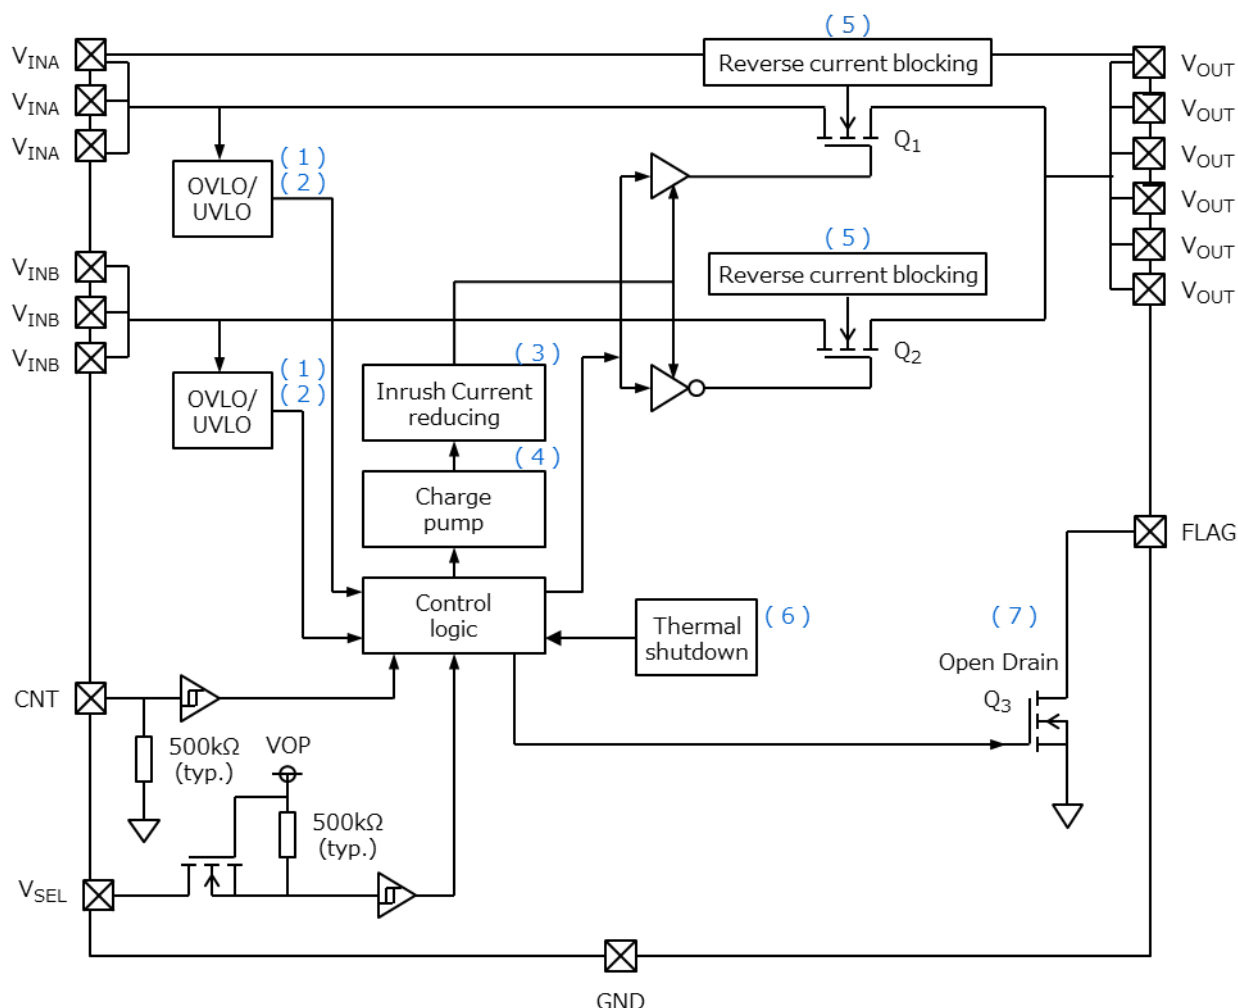

図 4.1 TCK32*G のブロック図
4.1. 過電圧保護回路(OVLO) [図 4.1 (1)]
4.2. 低電圧誤動作防止回路 (UVLO) [図 4.1 (2)]
4.3. 突入電流抑制回路 (スルーレート制御) [図 4.1 (3)]
4.4. チャージポンプ回路 [図 4.1 (4)]
4.5. 逆流防止回路 [図 4.1 (5)]
4.6. 過熱保護回路 [図 4.1 (6)]
4.7. FLAG 出力回路 [図 4.1 (7)]